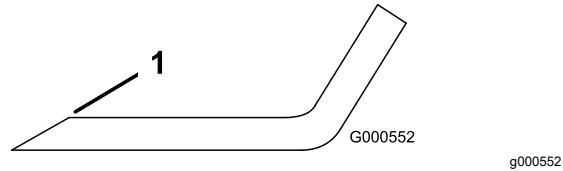

Figure 88
1. Au moyen d'une lime, aiguissez les tranchants aux deux extrémités de la lame (Figure 88).
Remarque: Si la lame est déséquilibrée, limez un peu l'extrémité de l'ailette seulement (Figure 88).